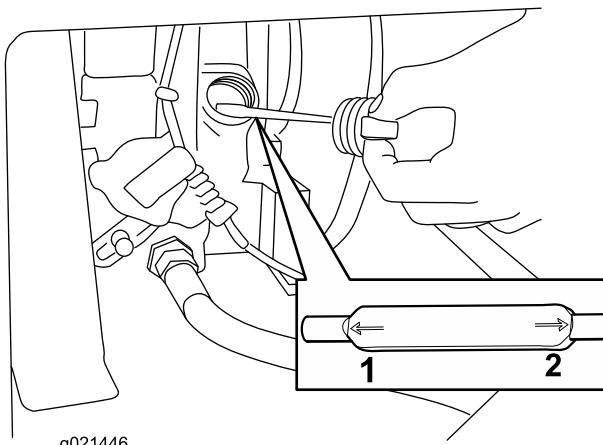

Figura 6
3. Limpie alrededor de la varilla (Figura 6) para impedir que caiga suciedad por el orificio de llenado y cause daños en el motor.
4. Desenrosque la varilla de aceite y límpie el extremo (Figura 6).
5. Enrosque la varilla de aceite a fondo en el tubo de llenado (Figura 6).